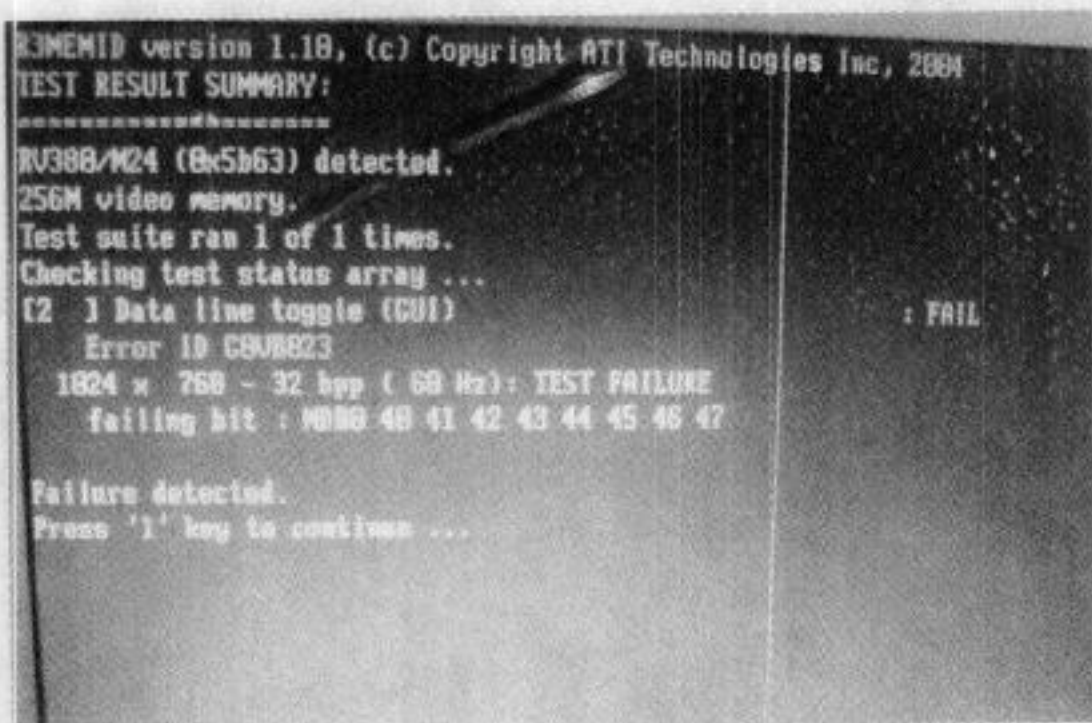

图 5-88 测试 FAIL
(5) 这个版本是 R3 1.10 版本。测试完后, 显示错误的位数为 B 通道 40~47, 如图 5-88 所示。